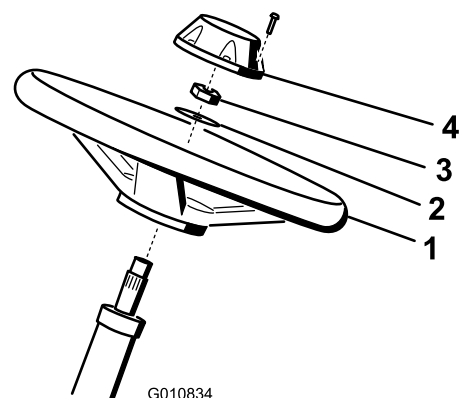

Figura 3
1. Deslice el volante sobre la columna de dirección (Figura 3).
2. Deslice la arandela sobre la columna de dirección (Figura 3).
3. Sujete el volante a la columna con una contratuerca y apriétela a 27–35 N-m (Figura 3).
4. Sujete el embellecedor al volante con el tornillo (Figura 3).